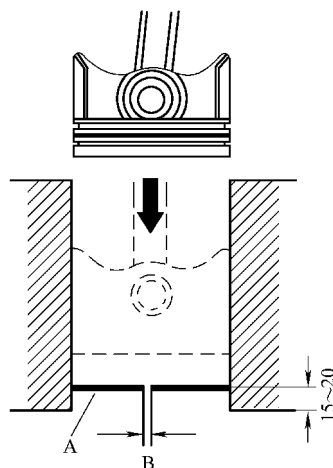

图 8-19 测量活塞环端隙
4) 用活塞从底部将新的环 A 推入缸孔 15 ~ 20mm，如图 8-19 所示。